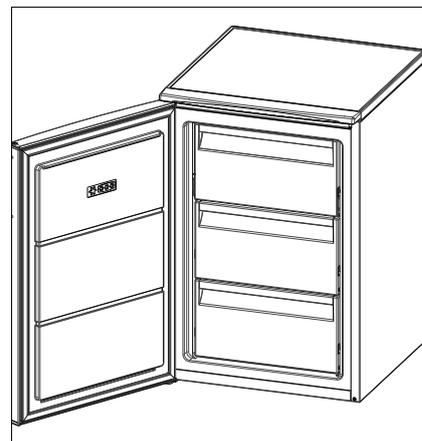

Fig. 14
Åbningsretningen for fryseskabsdøren (4) er nu ændret (fig. 14).